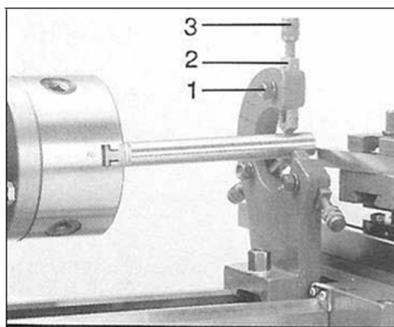

Fig 19
Faire tourner les vis moletées (3, Fig 19) jusqu'à ce que tous les mors lisses (2) touchent la pièce d'œuvre sans la bloquer. Serrer la vis hexagonale (1).